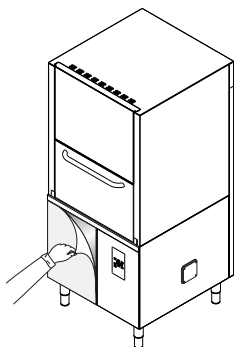

Figura 8 Eliminación de la película
- Retire la película protectora de los paneles externos sin romperla para no dejar residuos de pegamento (Figura 8).